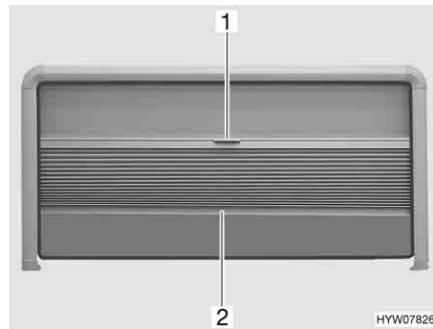

Bild 79 Ausstellfenster
- Die Faltdunkelung in der Mitte des Abschluss-Stabes (Bild 79,2) fassen und vorsichtig nach unten ziehen.
- Den Abschluss-Stab (Bild 79,2) der Faltdunkelung in der Mitte halten und die Faltdunkelung vorsichtig nach oben schieben.
- Den Insektenschutz am Griff (Bild 79,1) vorsichtig nach unten ziehen.
- Den Insektenschutz am Abschluss-Stab der Faltdunkelung (Bild 79,2) langsam ganz nach oben schieben.